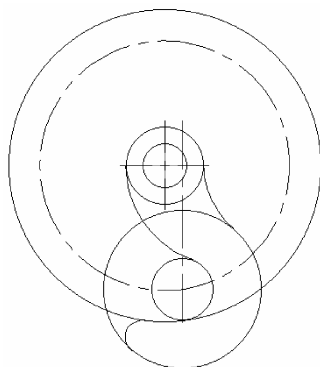

图 2-68 绘制 R48mm 的圆弧
7) 绘制 R48mm 的圆弧。单击圆弧按钮 ，在弹出的立即菜单中选择【两点_半径】选项，按空格键，在弹出的工具点菜单中选择【切点】选项，拾取 $\phi 45\text{mm}$ 的圆；按空格键，在弹出的工具点菜单中选择【切点】选项，拾取 R46mm 的圆，输入“48”，按回车键，操作结果如图 2-68 所示。